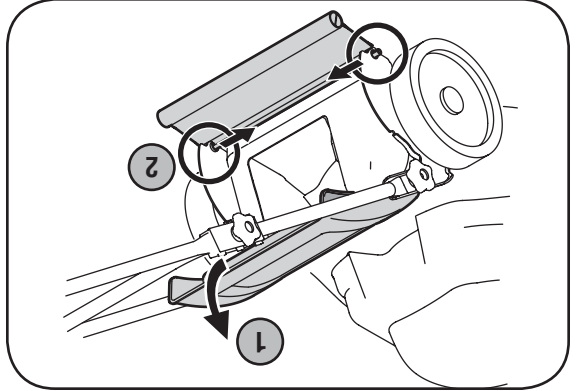

Figure 5-2
1. Pour démonter le déflecteur arrière usagé, soulevez le clapet arrière et pressez sur chaque côté du déflecteur pour le dégager des trous. Voir la Figure 5-2.